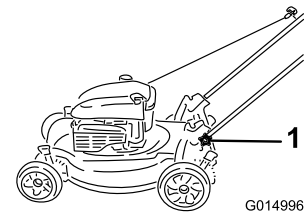

Figura 37
1. Afloje los pomos del manillar hasta que pueda mover el manillar libremente (Figura 37).